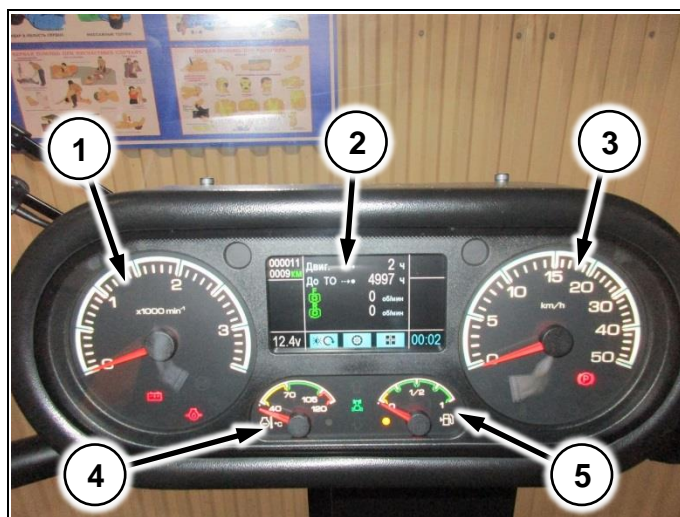

Рис. 7
- (Рис. 7/1) – тахометр;
- (Рис. 7/2) – информационный дисплей;
- (Рис. 7/3) – спидометр;
- (Рис. 7/4) – указатель температуры ОЖ;
- (Рис. 7/5) – указатель уровня топлива.
На дисплее (Рис. 7/2) отображаются параметры работы машины, выводятся аварийные сообщения.